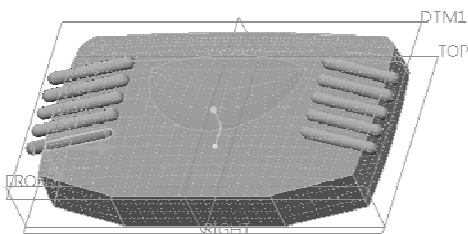
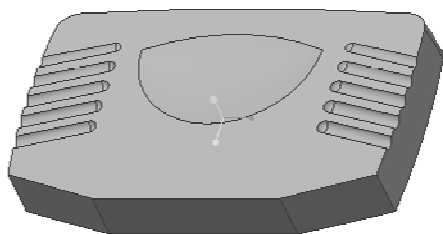

图 7-176 设置要保留的面组侧为所需
图 7-177 完成多次面组合并后的效果
② 在“合并”选项卡中单击“改变要保留的第一面组的侧”按钮，使预览如图 7-176 所示。
③ “选项”面板中的默认单选按钮为“相交”。单击“完成”按钮，完成一次面组合并操作。
④ 使用同样的方法，将主体面组分别与其他旋转曲面合并，具体过程不再赘述，只给出经过若干合并操作后的完成效果，如图 7-177 所示。